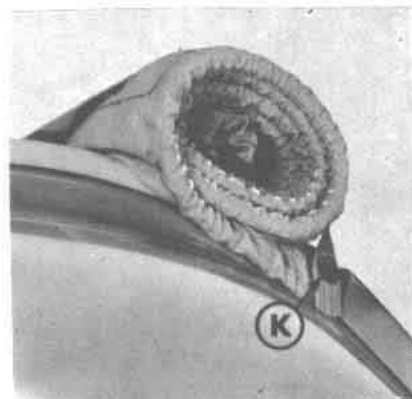
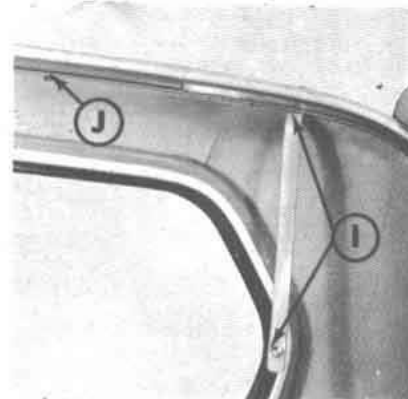

Fig. 26 - Apertura total de la capota
Fig. 27 - Apertura total de la capota
- Liberar las correas de sujeción (Fig. 27 - I) de sus fijaciones (J) y sujetar la capota enrollada, utilizando las correas de sujeción y los botones de sujeción (Fig. 26 - K).